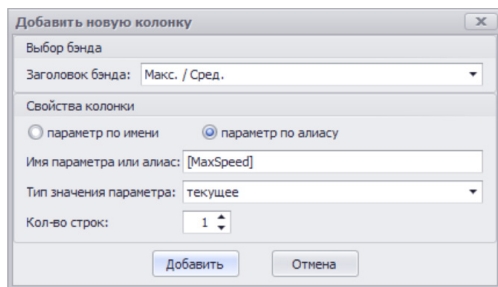

Рис.156. Добавление новой колонки.
- Затем в появившемся меню (Рис.156) в поле «Заголовок бэнда» выбрать заголовок бэнда из списка предложенных. Бэнд представляет собой колонку, общую для нескольких параметров. Например, бэнд «Датчики» может объединять отдельные колонки с различными датчиками. Колонка может не иметь бэнда. Пользователь может также создавать новые бэнды (инструкцию см. ниже).